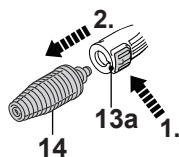

Fig. 24
8. Presione el botón de liberación (13a) y desconecte la boquilla turbo (14) a la lanza telescópica (13) (Fig. 24).